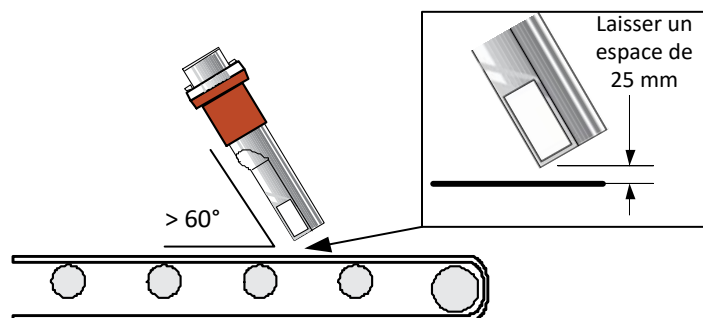

Figure 10 : Hydro-Probe orientée à 45° pour limiter l'accumulation
- Le corps de l'Hydro-Probe peut être installé avec un angle de 90 à 60° par rapport au convoyeur à bande pour limiter l'accumulation de matériau. Il est important de conserver l'angle de 45° par rapport à l'écoulement de matériau et l'espace de 25 mm avec le convoyeur à bande. Voir Figure 10.